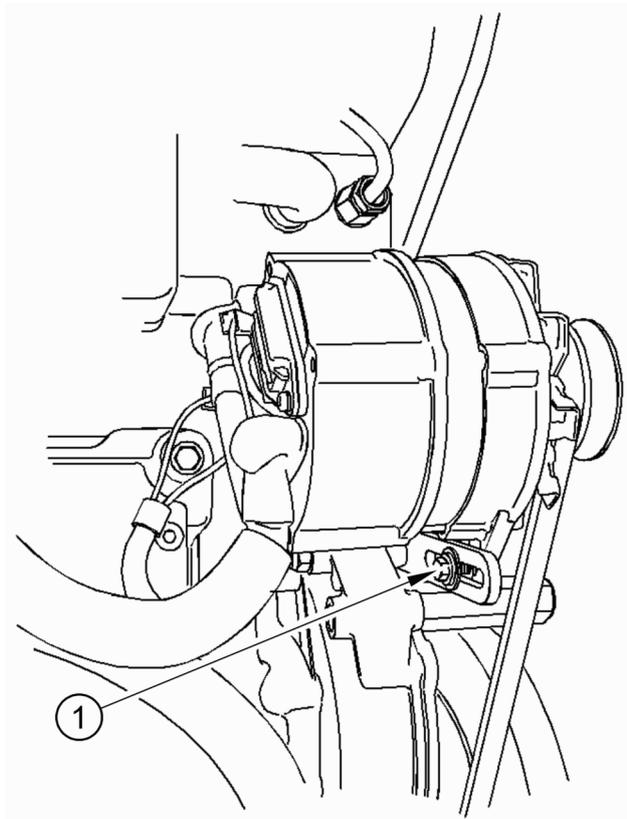

Abbildung 12
2. Lösen Sie die Schraube (Abbildung 12 Nummer 1) und stellen Sie zum Ändern der Riemen­spannung die Lichtmaschine ein. Ziehen Sie zur Einstellung der Lichtmaschine alle Schrauben mit 22 Nm an.